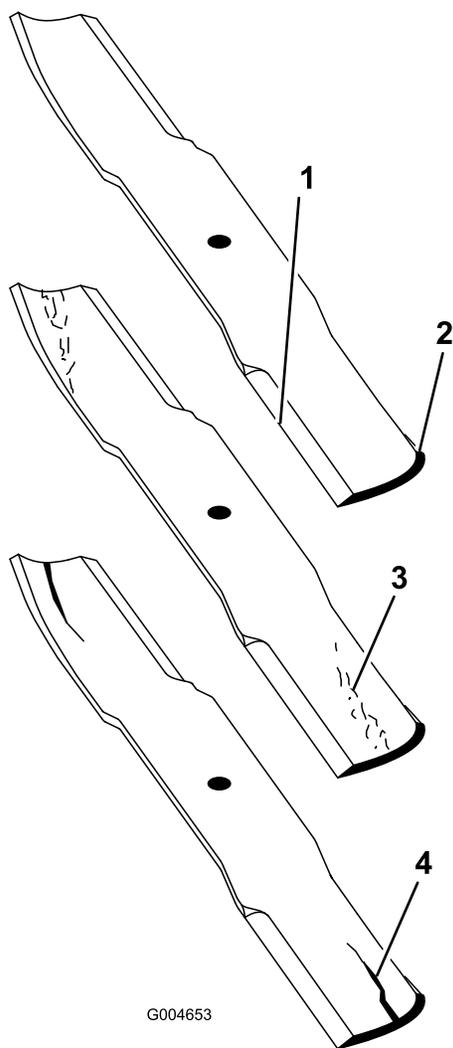

Figura 87
- Verificate accuratamente i taglienti, con particolare attenzione ai punti d'incontro delle sezioni piatta e curva della lama (Figura 87). Sabbia e materiali abrasivi possono consumare il metallo che connette le sezioni piatta e curva della lama, per cui si consiglia di controllare la lama prima di usare il tosaerba. Se riscontrate segni di usura (Figura 87), sostituite la lama.
Se continuate ad usare la lama usurata, si forma una scanalatura tra la costa e la sezione piatta della lama (Figura 87). Alla fine, un pezzo di lama può staccarsi e venire lanciato dal sottosocca, con il rischio di ferire gravemente voi o gli astanti.